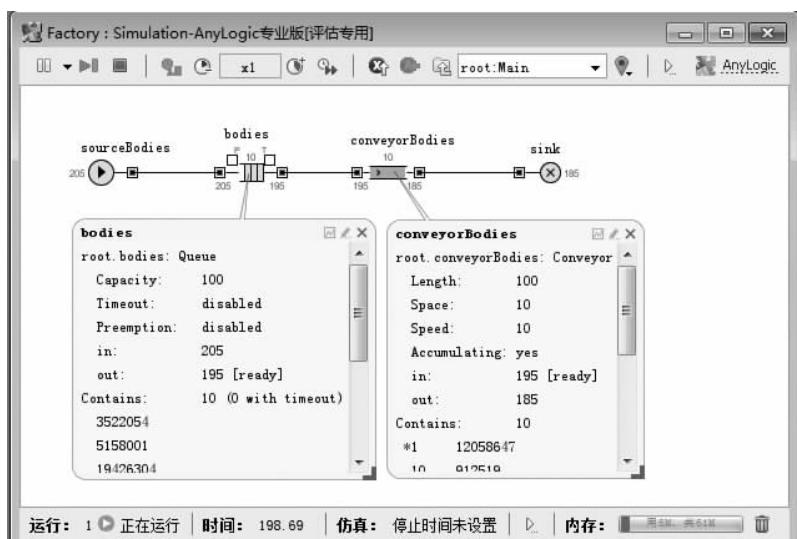

图 3-18 单击任意对象可打开对应监视窗口
(20) 单击任意对象可打开对应的监视窗口，如图 3-18 所示。